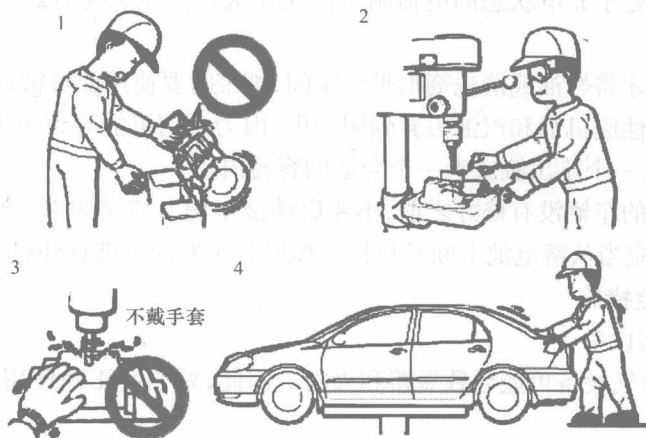

图1-1-4 正确使用电气、液压和气动设备情况
(1) 如果不正确地使用电气、液压和气动设备,可能导致严重的伤害(图1-1-4)。